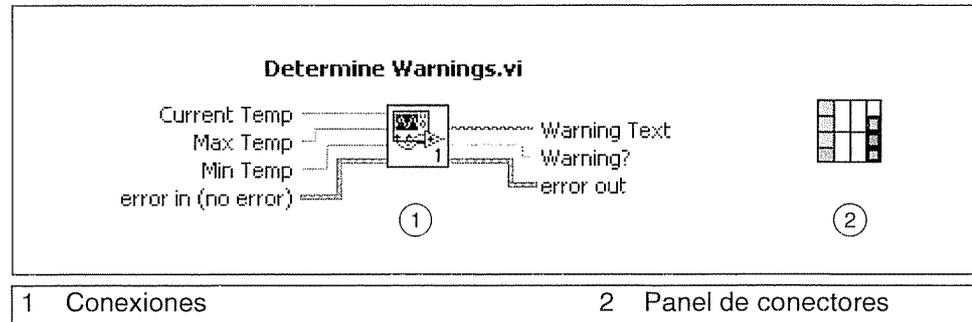

Figura 7-7. Conexiones del panel de conectores para el VI Determine Warnings
4. Conecte las entradas y salidas al conector como en la figura 7-7.
- Siga cableando el panel de conectores hasta que todos los controles e indicadores estén cableados y la ventana **Context Help** coincida con la mostrada en la figura 7-7.